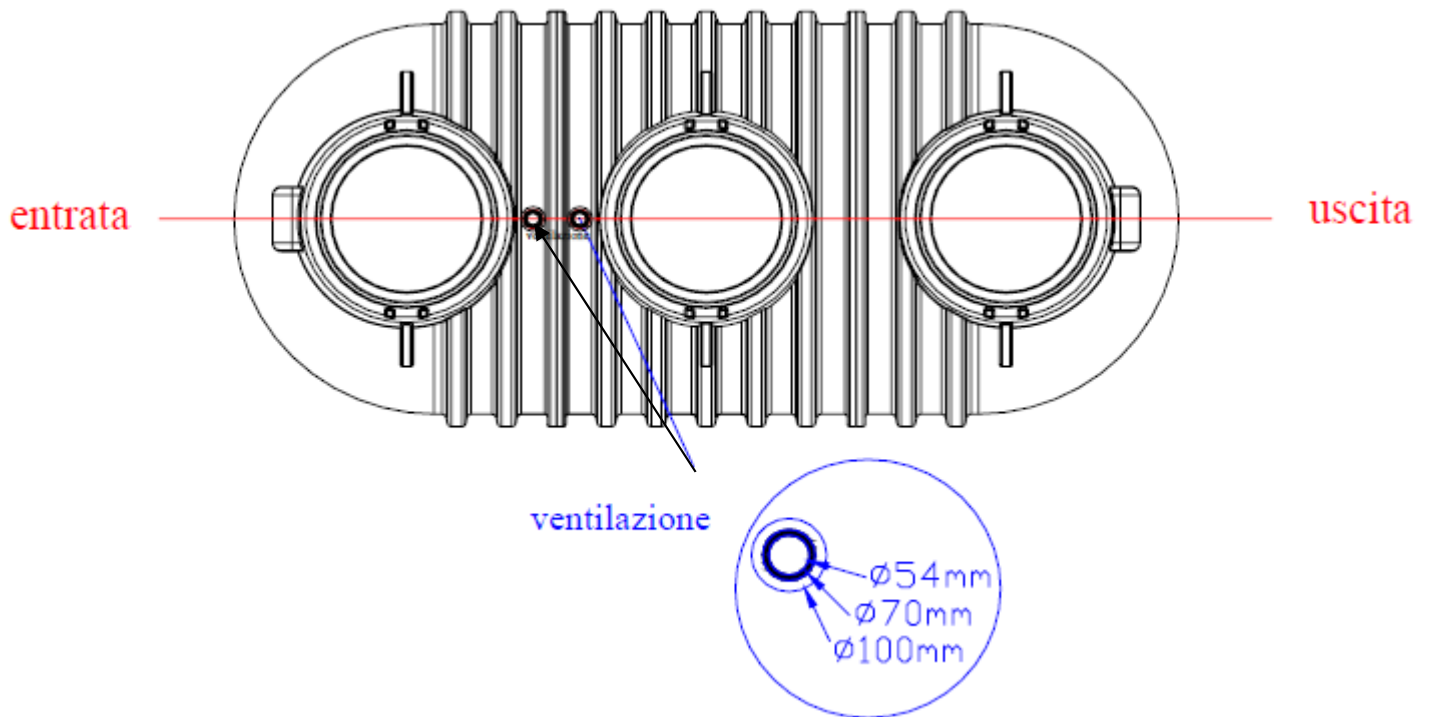

Fig.2 – Posizionamento collegamenti biogas
5.2. Collegamento uscite biogas (ventilazione) (Fig.2)